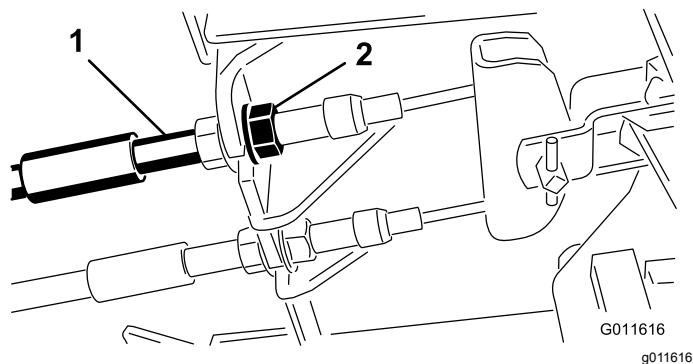

Рисунок 43
1. Чтобы уменьшить свободный ход тормозных педалей, затяните тормоза, ослабив переднюю гайку на резьбовом конце троса тормоза (**Рисунок 43**).